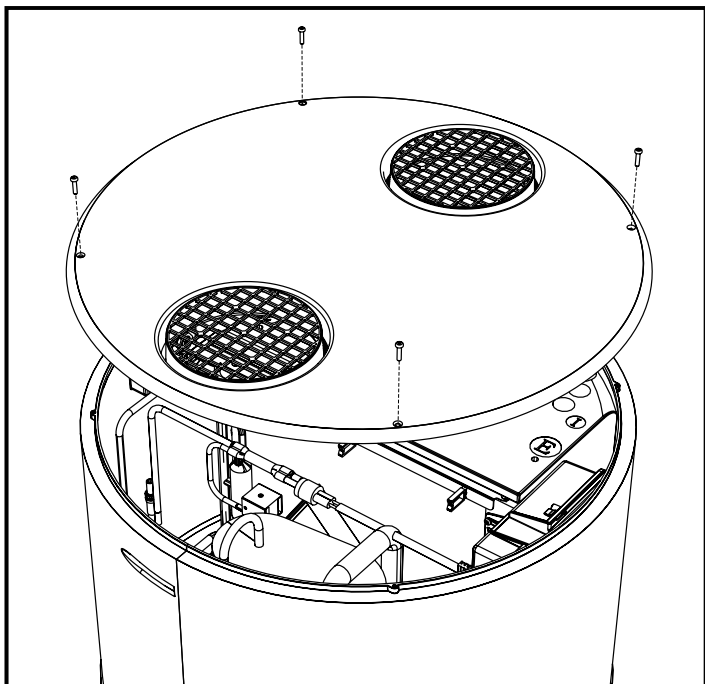

fig. 76- Extracción de la cubierta superior
- Retire la cubierta superior desenroscando primero los tornillos de bloqueo (fig. 76).